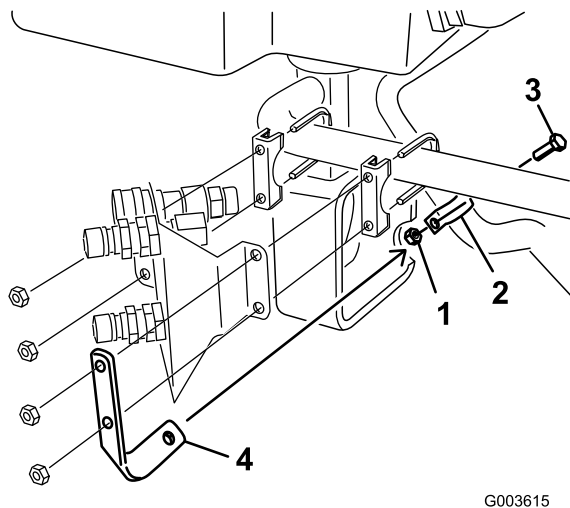

Figura 28
6. Montate un serratubi a R sul flessibile idraulico grande come illustrato nella Figura 28.
7. Installate il serratubi a R sulla staffa di ritegno con un bullone ($\frac{5}{16}$ " x $\frac{7}{8}$ ") e un dado ($\frac{5}{16}$ "); fate riferimento alla Figura 28.